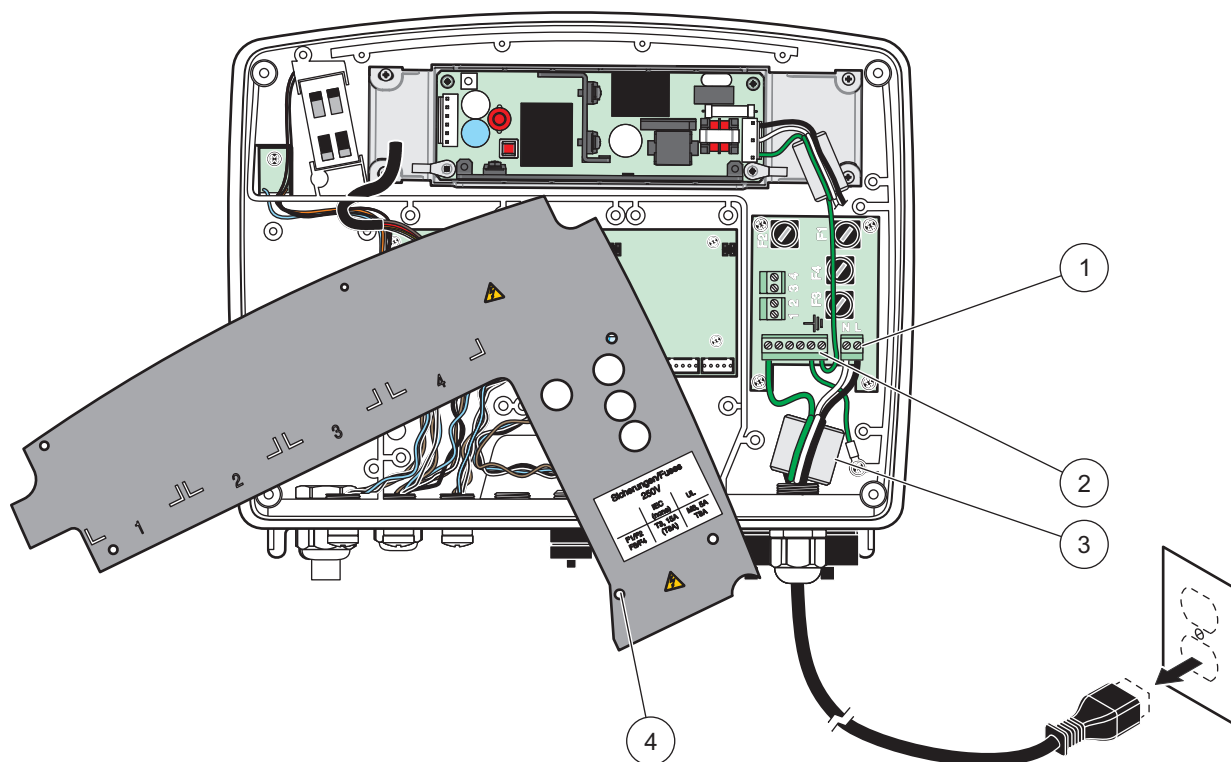
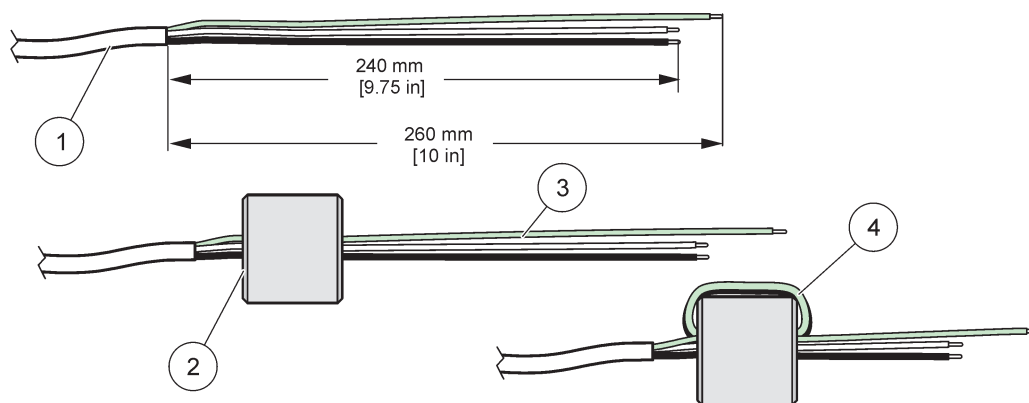

Рисунок 10 Разводка питания
Рисунок 12 Правильная подготовка провода и ферритового сердечника к монтажу электропроводки
6. Зачистите наружную изоляцию кабеля на 260 мм (10 дюймов) (Рисунок 12). Укоротите все провода, за исключением провода заземления до 20 мм (0,78 дюйма), так, чтобы длина кабеля заземления была на 20 мм (0,78 дюйма) больше, чем длина других кабелей.
7. Дважды протяните зачищенный сетевой кабель через ферритовый сердечник (Рисунок 12) и подключите его к терминалу, как показано на Таблица 1 и Рисунок 10. Осторожно подергайте после каждого вставки провода, чтобы убедиться в надежности соединения.
7. Дважды протяните зачищенный сетевой кабель через ферритовый сердечник (Рисунок 12) и подключите его к терминалу, как показано на Таблица 2 и Рисунок 16. Осторожно подергайте после каждого вставки провода, чтобы убедиться в надежности соединения.